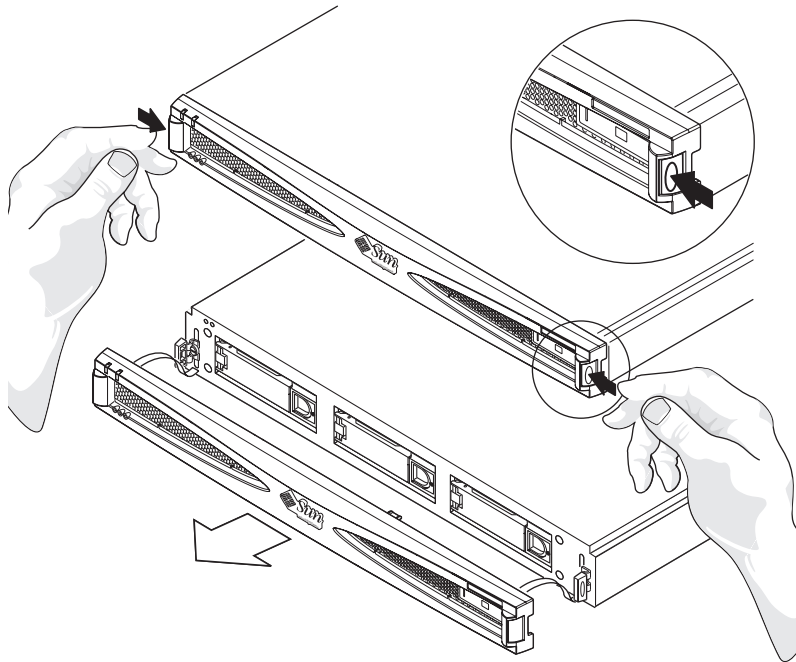

ABBILDUNG 5-7 Entfernen des Frontrahmens
1. Nehmen Sie den Frontrahmen ab, indem Sie die Verriegelungen an beiden Seiten nach innen drücken und den Rahmen vom Gehäuse ziehen (siehe ABBILDUNG 5-7).